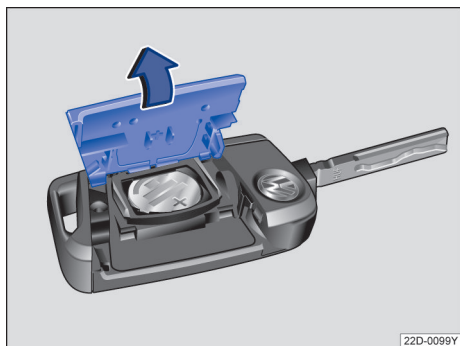

图 54 汽车钥匙：打开电池盒盖
- 用一合适的器具（例如，硬币）沿→图 54 箭头方向拆下汽车钥匙后侧的盖板→①
- 安装电池盖板，然后沿→图 54 箭头相反方向将其扣到汽车钥匙上，直至其卡定。